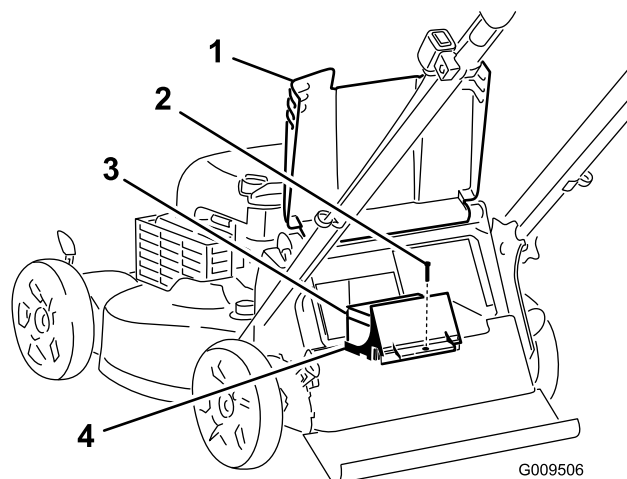
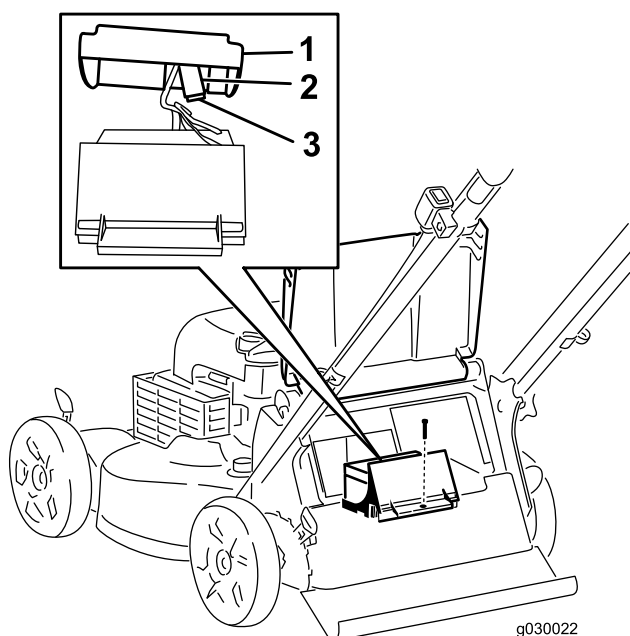

Figura 26
Figura 27
1. Eleve el deflector trasero y localice el compartimento de la batería (Figura 26).
3. Retire el tornillo que sujeta el compartimento de la batería, retire la batería y localice el fusible (Figura 26 y Figura 27).
4. Cambie el fusible del portafusibles (Figura 27).